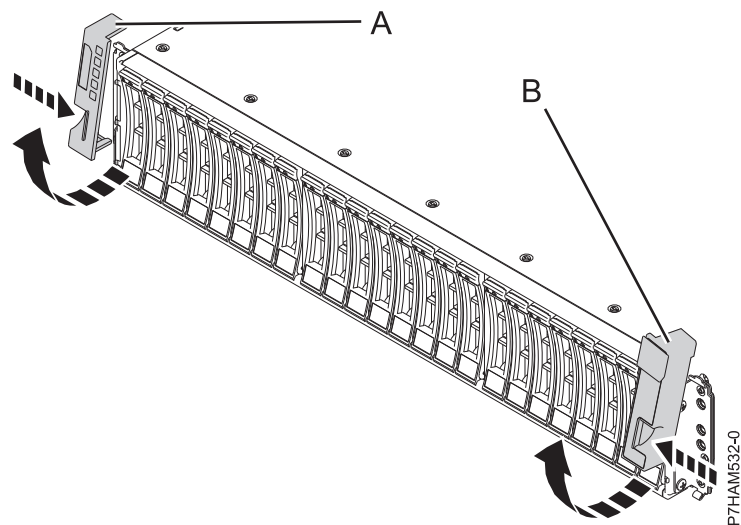

図7. サイド・ベゼルの取り外し
1. 左のサイド・ベゼル (A) と右のベゼル (B) を取り外し、取り付け金具が見えるようにします。
2. 9 ページの図 7 に示すように、リリースをつまんでベゼルの上方に回転させ、シャーシ・フランジから外します。